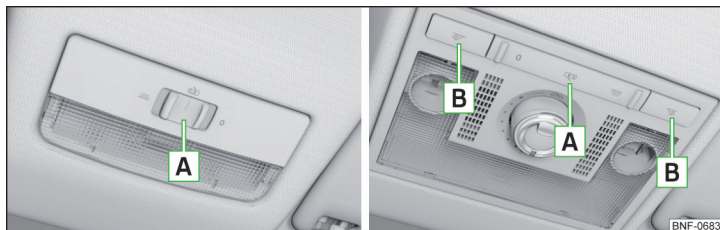

Fig. 41 Kabinelampe: Type 1 / Type 2
Lampekontaktens positioner **A** » Fig. 41
**Tænding/slukning** (ved at trykke på den pågældende kontakt **B**) » Fig. 41